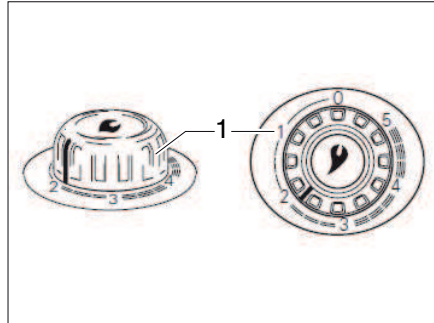

Fig. 99 Bouton tournant du chauffage à air chaud
- Régler le bouton tournant du chauffage (Fig. 99,1) sur la position voulue et l'enfoncer à fond.
- Mettre le bouton tournant du chauffage (Fig. 99,1) sur "0". L'allumage automatique est mis hors service en même temps.
- ▷ Vous trouverez des informations complémentaires dans le mode d'emploi séparé "Truma S 3004 (P) / S 5004".